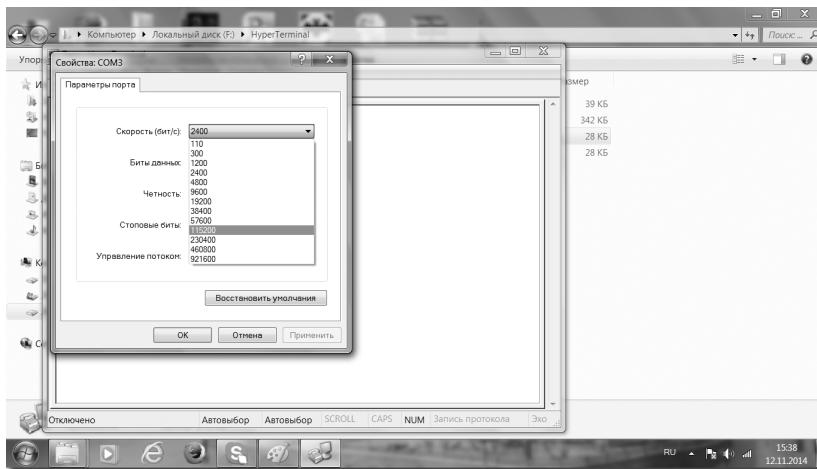

Рис. 23
4.8. В появившемся окне «Свойства порта» выбираем скорость 115200 бит/с и нажимаем «OK» (рис. 23).